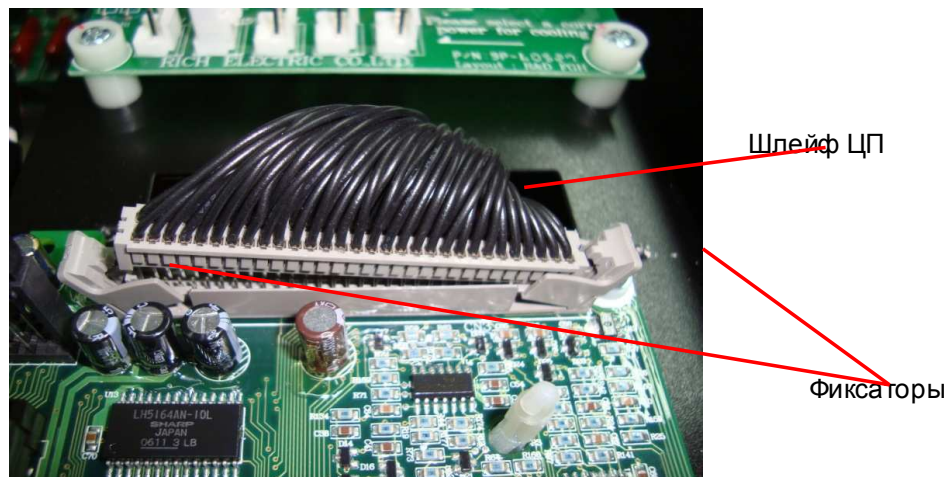

Рис. 6.4
- Отжать в стороны фиксаторы разъёма на плате центрального процессора, отсоединить разъем шлейфа ЦП (рис. 6.4).